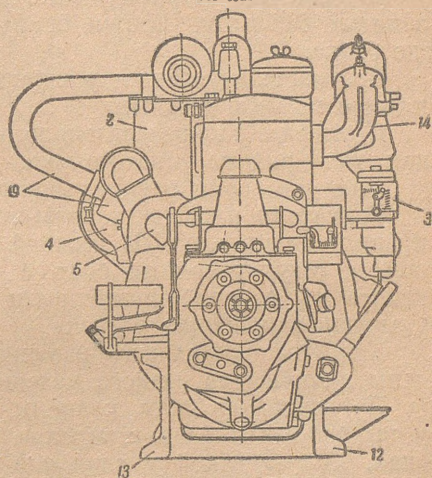

Рис. 61. Двигатель ГАЗ-202, установленный на самоходной пушке СУ-76 (левый):
В передней части броневого корпуса самоходной артиллерийской установки, параллельно друг другу, установлены два двигателя ГАЗ модель 202 (рис. 61).
а) осторожно, чтобы не повредить пробковых прокладок, снять крышки клапанной коробки 6 (рис. 61);
б) проворачивая коленчатый вал двигателя при помощи заводной рукоятки через привод 7 (рис. 61), определить, какие клапаны закрыты;
4. Отсоединить выпускную трубу от патрубка выпускного коллектора 8 (рис. 61).
Отвернуть гайки болтов, крепящих опоры двигателя 11, 12 и 13 (рис. 61) к днищу корпуса.